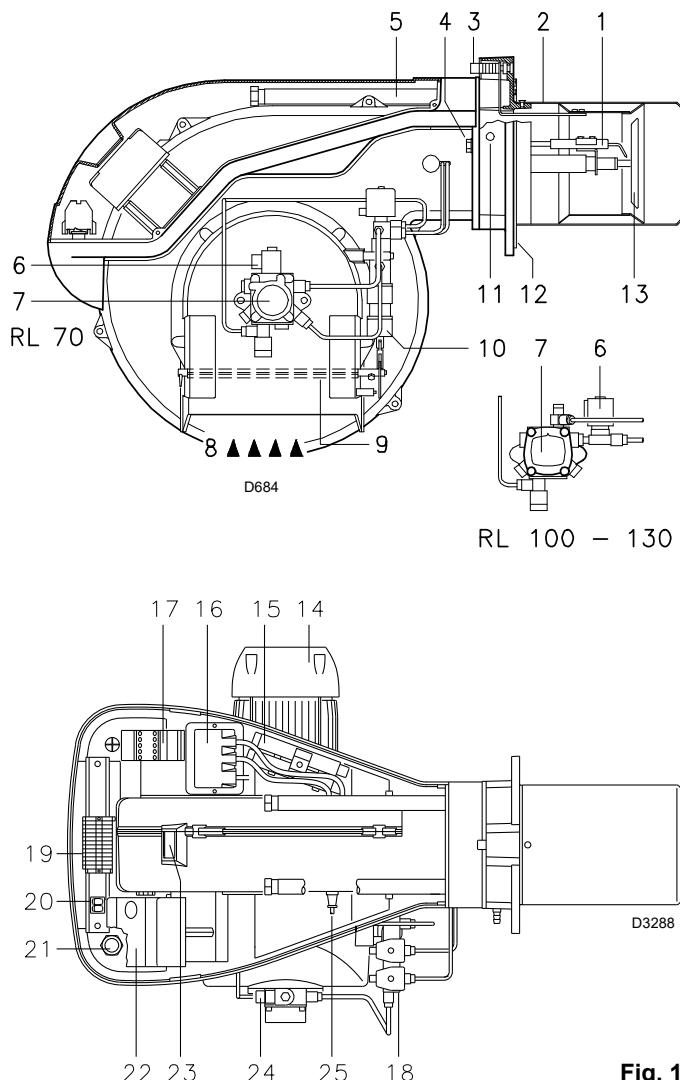

Fig. 1
#### 4.3 Descripción del quemador (Fig. 1)
**Bloqueo caja control:** la iluminación del pulsador (led rojo) de la caja 22)(Fig. 1) indica que el quemador está bloqueado.
**Bloqueo motor:** para desbloquear, oprimir el pulsador del relé térmico 17)(Fig. 1)
- 2 - Prolongadores 15)(Fig. 1) para guías 5)(Fig. 1)